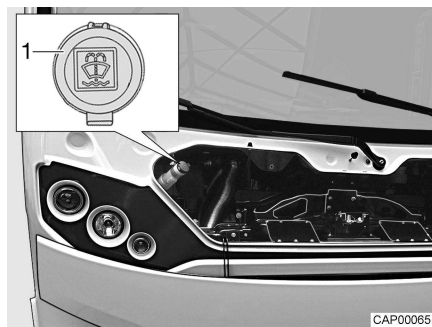

Fig. 7 Bocchettone di riempimento (acqua per i tergicristalli)
- Aprire il coperchio (Fig. 7, 1) sul bocchettone di riempimento del contenitore dell'acqua di lavaggio.